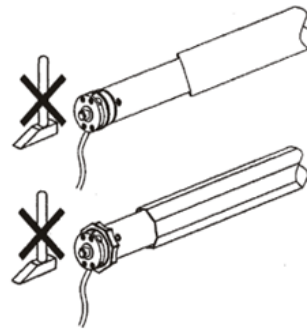

Fig. 3
- Seleccione antes de la instalación un interruptor de funcionamiento adecuado. No utilice la fuerza o una herramienta para introducir el motor en el eje de la persiana (Fig. 3).